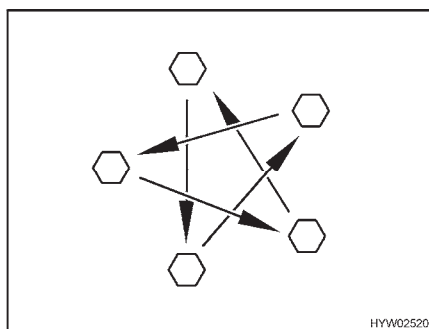

Fig. 171 Apretar las tuercas o los tornillos de las ruedas en forma de cruz
- Comprobar periódicamente que las tuercas o tornillos de las ruedas estén firmemente apretados. Reajustar en forma de cruz (Fig. 171) las tuercas o tornillos de las ruedas después de cambiar una rueda, al cabo de 50 km.